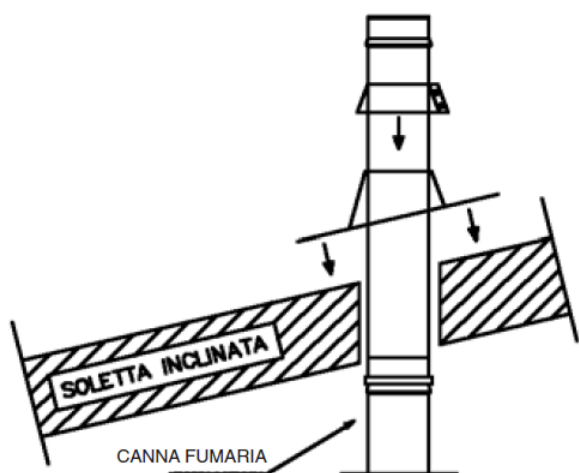

Fig.4a
- 2) Avvolgere il tubo e il cono del faldale con la fascetta per faldale serrando le viti e sigillando il tutto con un leggero velo di silicone (**Fig. 4a e 4b**)